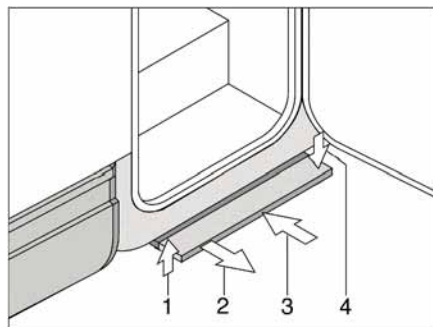

Fig. 5 Escalón de entrada operable eléctricamente
- Tirar del escalón de entrada hacia delante (Fig. 5,2) hasta que encastre.
- Levantar ligeramente el escalón de entrada (Fig. 5,1).
- Insertar el escalón de entrada hasta el tope por debajo del piso del vehículo (Fig. 5,3). Prestar atención a que encastre el escalón de entrada (Fig. 5,4).